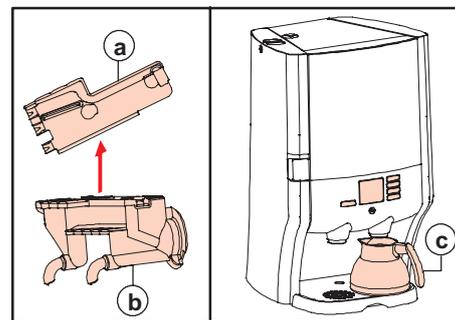

Fig. 52 Couvercle de la rigole / placement de la verseuse
16. Nettoyez la rigole. Enlevez le couvercle de la rigole (fig. 52 a et b). La rigole est lavable en lave-vaisselle.
22. Placez un récipient vide (fig. 52 c) sous le bec verseur de **droite**.
27. Placez un récipient vide (fig. 52 c) sans le bec verseur de **gauche**.